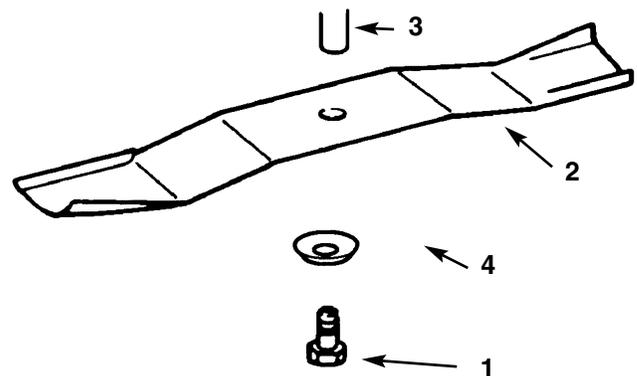

Figure 35
3. Enlever le boulon (clé  $\frac{5}{8}$  pouce), la rondelle bombée et la lame (Fig. 35). On peut, si on le désire, placer un bloc de bois entre la lame et la tondeuse pour bloquer la lame quand le boulon est enlevé.
1. Poser la lame, la pièce de retenue, la rondelle incurvée (côté concave vers la lame) et le boulon (Fig. 35).